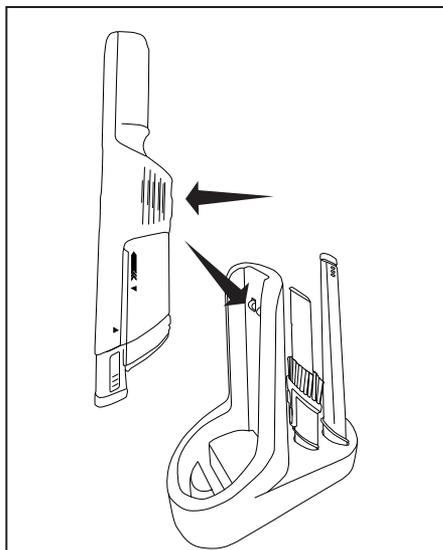

Fig. 1
1. Placez l'aspirateur sur la station de rangement/charge, en veillant à ce que les points de l'aspirateur soient connectés à la station de rangement/charge (Fig. 1).